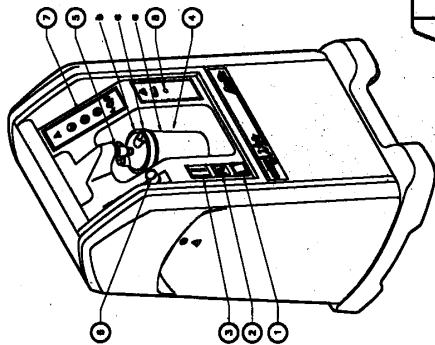

Fig. 1.1
I. 1. Voorzijde (Fig. 1.1) 2-NL